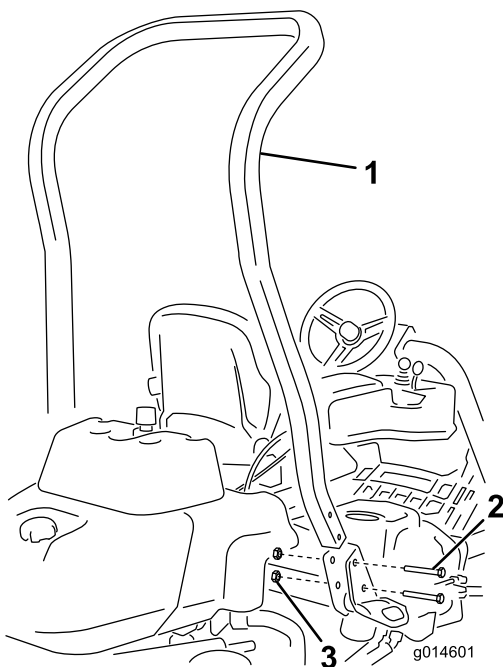

Figure 3
3. Montez l'arceau de sécurité dans les logements prévus de chaque côté de la machine au moyen de 4 boulons (½" x 3¾") et 4 écrous à embase (½") (Figure 3).